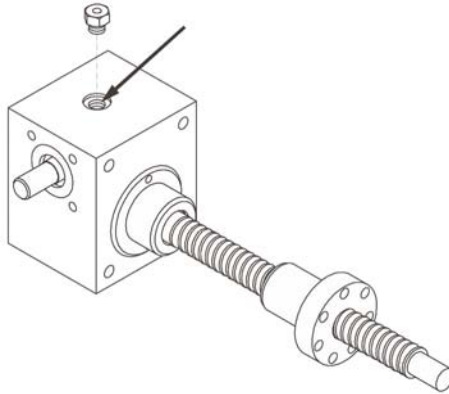

Bild 14: Schmiernippel
- Abschmieren der Spindelhubgetriebe an den Schmiernippeln (siehe Bild 14).